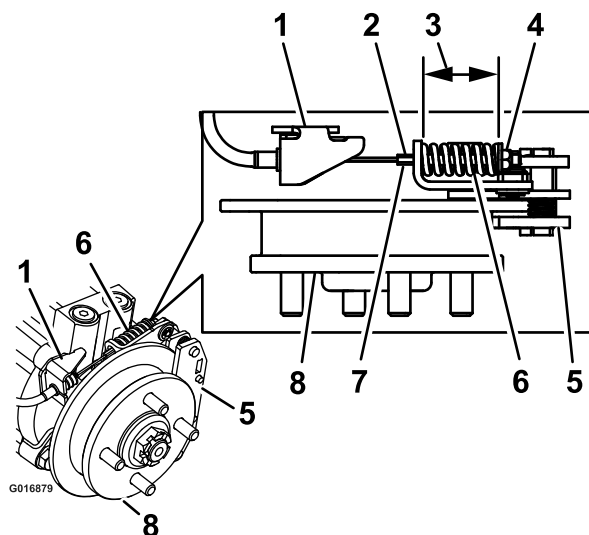

Bild 71
9. Halten Sie die Gewindestange mit einem Werkzeug fest und stellen Sie die Sicherungsmutter ein, bis die Federlänge zwischen 3,8 cm und 4,0 cm liegt, siehe Bild 71. Das Kabel darf sich nicht drehen, wenn Sie die Muttern lösen.